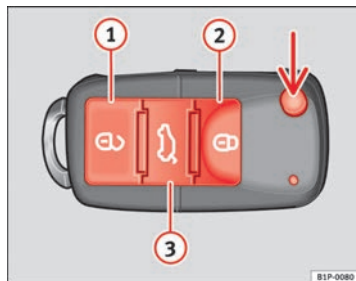

Abb. 45 Tastenbelegung
Mit der Taste \Rightarrow Abb. 45 (Pfeil) der Fernbedienung wird der Schlüsselbart ausgeklappt.
Fahrzeug entriegeln \Rightarrow Abb. 45 ①.
Fahrzeug verriegeln \Rightarrow Abb. 45 ②.
Heckklappe entriegeln. Die Taste \Rightarrow Abb. 45 ③ betätigen, bis alle Blinkleuchten am Fahrzeug kurz aufleuchten. Nach Drücken der Entriegelungstaste \Rightarrow Abb. 45 ③ können Sie die Heckklappe innerhalb von 2 Minuten öffnen. Nach Ablauf dieser Zeit wird die Heckklappe wieder verriegelt.
- Drücken Sie die Taste   ⇒ Abb. 45 auf der Funk-Fernbedienung.